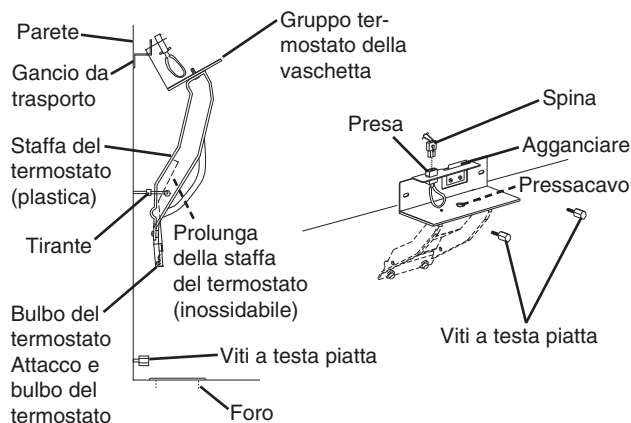

Fig. 3a
- 5) Per installare il termostato della vaschetta, procedere come segue. Vedere Fig. 3a e 3b.